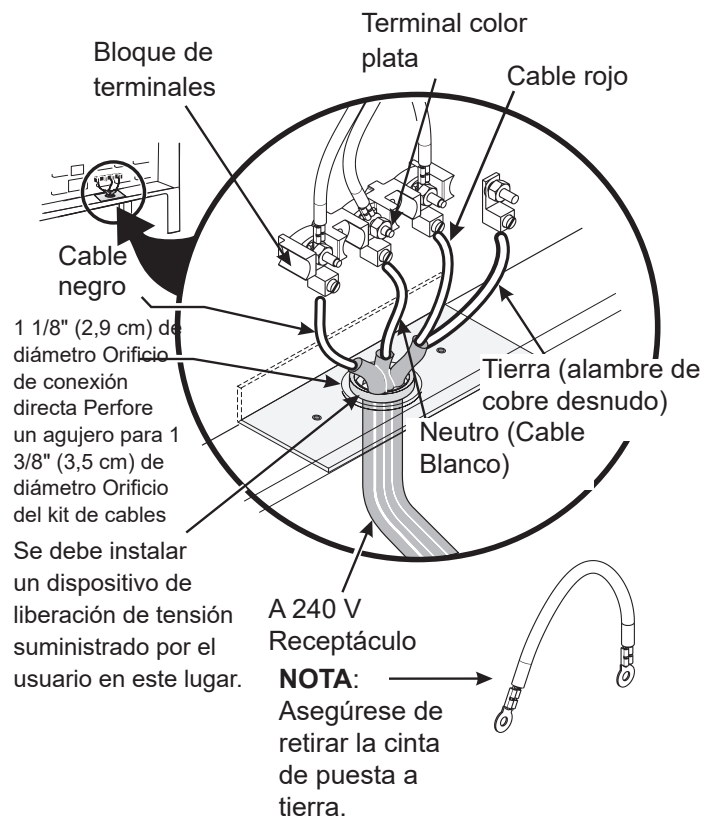

Figura 9
NOTA: El rango de deslizamiento eléctrico se envía de fábrica con un orificio de 1 1/8 " (29 mm) de diámetro, como se muestra en la figura 9. Si se requiere un orificio más grande, perforo el orificio ciego.
En los casos en los que el código local NO permite la conexión a tierra del conductor del marco al cable neutro del cable de alimentación eléctrica de cobre (consulte la Figura 9):
3. Con las tuercas suministradas en el paquete con documentación, conecte el cable de tierra (verde) del cable de alimentación eléctrica de cobre al marco del electrodoméstico con el tornillo a tierra, mediante el orificio que hay en el marco donde se retiró la cinta de puesta a tierra (consulte la Figura 9).
Si el electrodoméstico está conectado directamente al disyuntor, la caja de fusibles o la caja de empalmes, use un cable blindado flexible o de cobre forrado, no metálico (con el cable de conexión a tierra). Suministre el dispositivo de liberación de tensión aprobado por el UL en cada extremo del cable. En el extremo del electrodoméstico, el cable atraviesa el Orificio de conexión directa (consulte la Figura 9) en la Placa de instalación de los cables. Los tamaños de los cables (el cable de cobre únicamente) y las conexiones deben cumplir con la clasificación del electrodoméstico.
2. Siga las instrucciones que se encuentran en la página anterior sobre la Conexión del cable de cuatro conductores a la estufa (Figura 9).